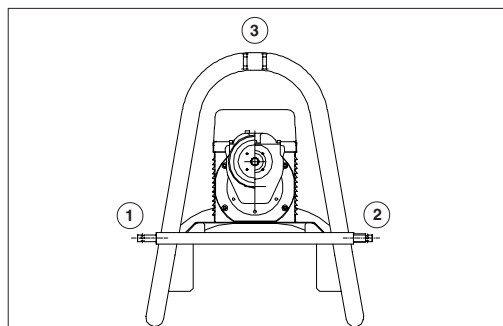

fig. 2
- c) los tres puntos de anclaje (fig. 2) previstos estén perfectamente fijados y bloqueados con las piezas en equipamiento. **Un anclaje no correcto provoca el vuelco de la máquina con grave peligro para el operador.**